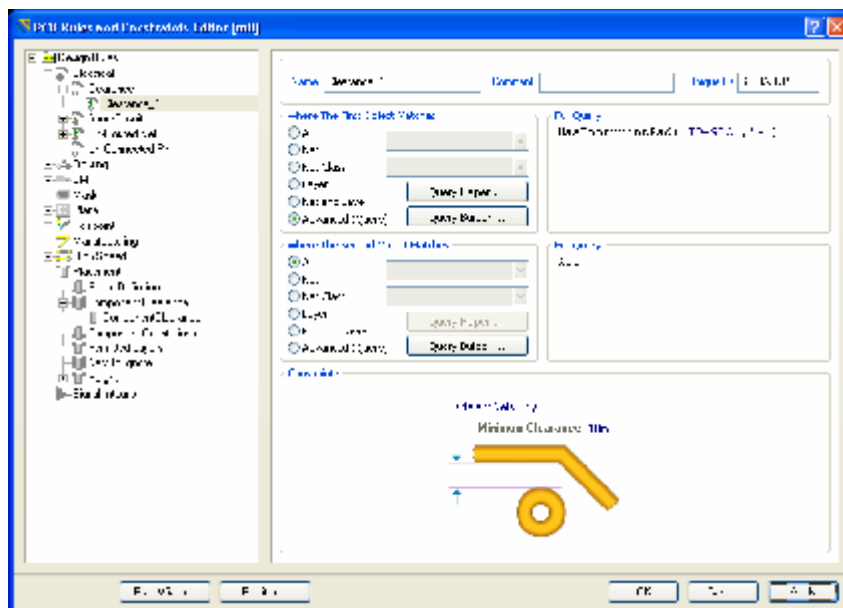

图 6-35 使用 PCB 规则系统规定参数编辑器对话框创建规则。
3. 点击 Advanced (Query)，再点击 Query Helper 从 Memberships Checks 去建立条件检索，或者也可以为第一个对象（图 6-35）在接下来的条件检索中打印进去。